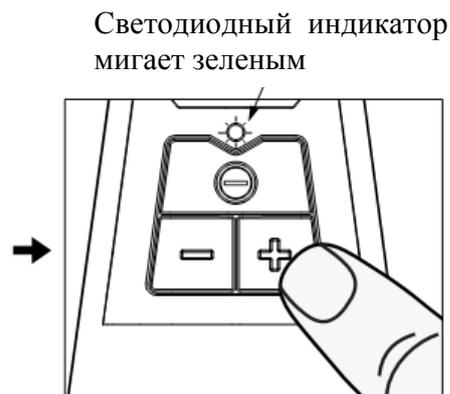

Рисунок 3
3. Отрегулируйте скорость, нажимая кнопки «+» или «-» на кнопочной панели. Нажимайте «+» для увеличения скорости и «-» для уменьшения скорости; смотрите рисунок 3.